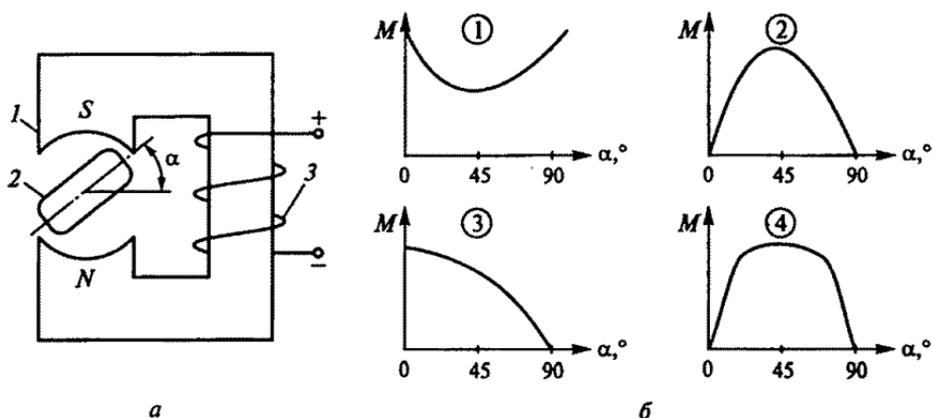

Рис. 63
2.39. Показанное на рис. 63, *a* устройство, состоящее из ферромагнит-
ного сердечника 1, поворотного ферромагнитного якоря 2 и обмотки 3, используется как элемент электромагнитного реле, шагового двигателя и т.п. Какой из четырех графиков на рис. 63, б правильно отображает зависимость момента M , действующего на якорь, от угла поворота якоря α ?